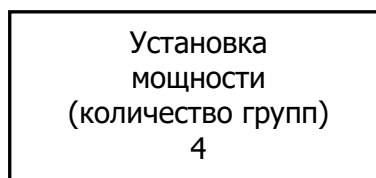

Рис. 12
7.8. Настройка количества разрешённых для включения групп происходит после двух нажатий на кнопку выбора путём нажатия на кнопки уменьшения или увеличения параметра (см. рис. 12).